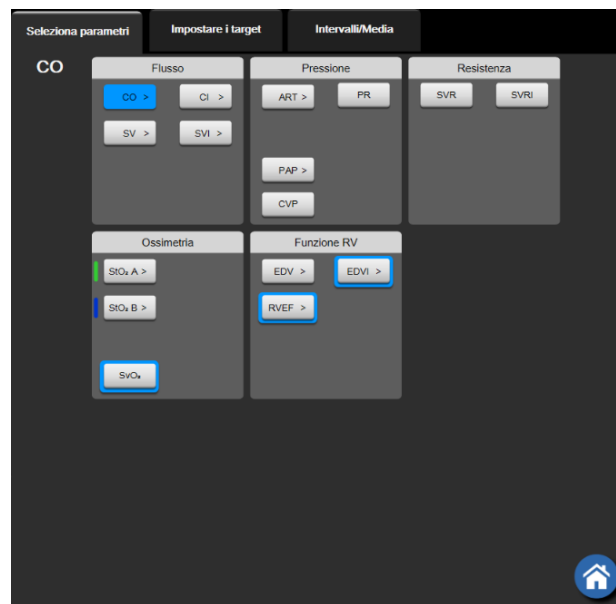

Figura 5-4 Esempio di menu di configurazione del riquadro di selezione dei parametri chiave
- 2** Il menu di configurazione riquadri mostra il parametro selezionato evidenziato in colore pieno, mentre gli altri parametri sono attualmente visualizzati con il bordo colorato. I parametri disponibili appaiono sulla schermata senza evidenziazioni. La figura 5-4 mostra la scheda di selezione parametri del menu di configurazione riquadri che appare durante la selezione dei parametri continui e il monitoraggio con il modulo HemoSphere Swan-Ganz. L'aspetto di questa finestra durante il monitoraggio con altri moduli HemoSphere o cavi varia da quella mostrata nella figura 5-4.
I parametri sono organizzati in categorie. Le categorie disponibili si basano sulla modalità di monitoraggio attuale. Le categorie, elencate di seguito, sono raggruppate nel menu di configurazione selezione del parametro. Vedere figura 5-4.